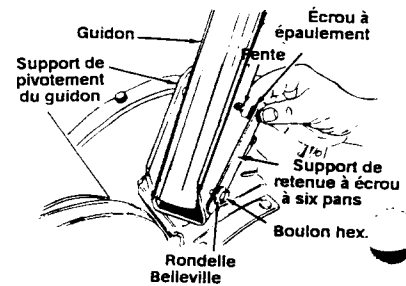

FIGURE 2
2. Positionnez le guidon sur le support de pivotement. Alignez les trous du guidon avec les trous (et fentes) du support de pivotement. Voir la figure 2.
3. Enfoncez le boulon hex. (sur lequel la rondelle et le support de retenue sont installés) dans le trou inférieur du support de pivotement du guidon et du guidon. La tête du boulon hex. doit se trouver sur la gauche de la machine. Voir la figure 2.
4. Placez l'écrou à épaulement entre le support de retenue à écrou à six pans et le support de pivotement. Voir la figure 2.